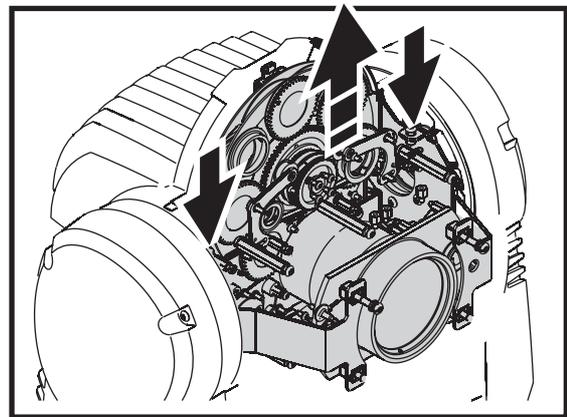

Figura 19: Extracción del módulo de efectos
5. Observar la Figura 19. Extraer los dos tornillos Torx 20 (marcados con una flecha) de los laterales del módulo de efectos y extraer el módulo de la unidad.